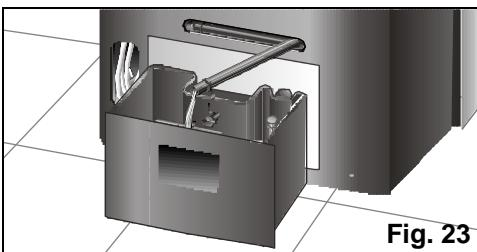

Fig. 23
- ❑ Antes, vaciar el agua de condensación que se encuentra en el depósito interno sacando de su alojamiento el tubo evacuación de agua y desmontando el tapón, **Fig. 23**, para evacuar el agua generada. Para ello deberá situar un recipiente (o el depósito extraíble del equipo) a la salida del tubo evacuación de agua donde recoger el agua condensada o dirigir dicho tubo hacia un desagüe próximo. Una vez vaciado el depósito, no olvide colocar tapón y tubo en su alojamiento.